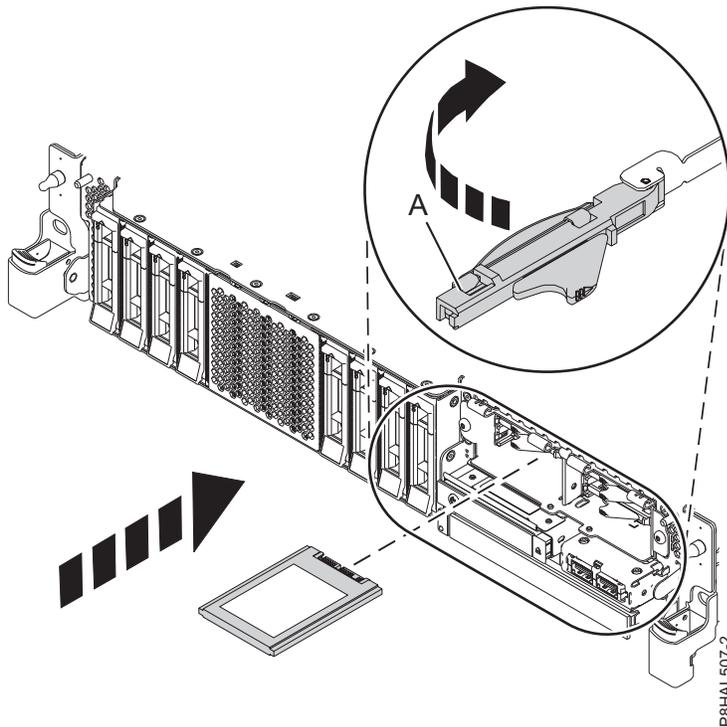

Figure 35. Installation d'une unité SSD dans un système à fonction étendue
15. Avec la poignée de la baie d'unité SSD (A) en position déverrouillée, tirez le levier vers l'extérieur pour accéder aux rails de guidage de l'emplacement SSD. Maintenez l'unité SSD par le dessous tout en l'alignant avec les rails de guidage de l'emplacement SSD. Pour plus d'informations, voir figure 35, à la page 37.
19. Verrouillez l'unité en faisant tourner la poignée de la baie (A) dans la direction indiquée. figure 35, à la page 37.